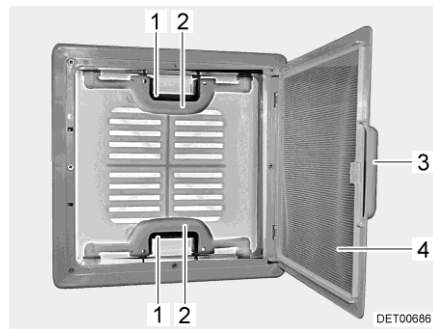

Fig. 20 Claraboya con cierre de resorte
- Tirar del tirador (Fig. 20,3).
- Plegar hacia abajo la protección contra insectos (Fig. 20,4).
- Presionar el cierre de resorte (Fig. 20,1) hacia el lado interior de la claraboya. Presionar simultáneamente hacia arriba la claraboya con el tirador (Fig. 20,2).
- Plegar hacia arriba la protección contra insectos (Fig. 20,4) hasta que engatille.
- Tirar la claraboya enérgicamente hacia abajo por los dos tiradores (Fig. 20,2), hasta que los dos cierres de resorte (Fig. 20,1) hayan engatillado.